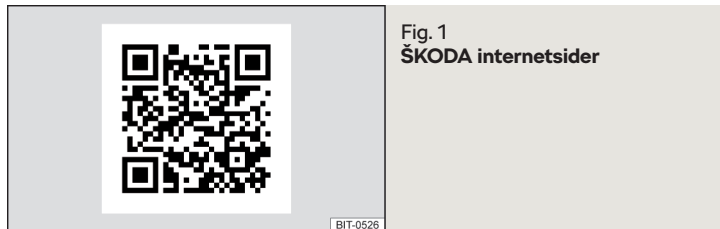

Fig. 1
1. Indlæs QR-koden » Fig. 1, eller indtast følgende adresse i webbrowseren.